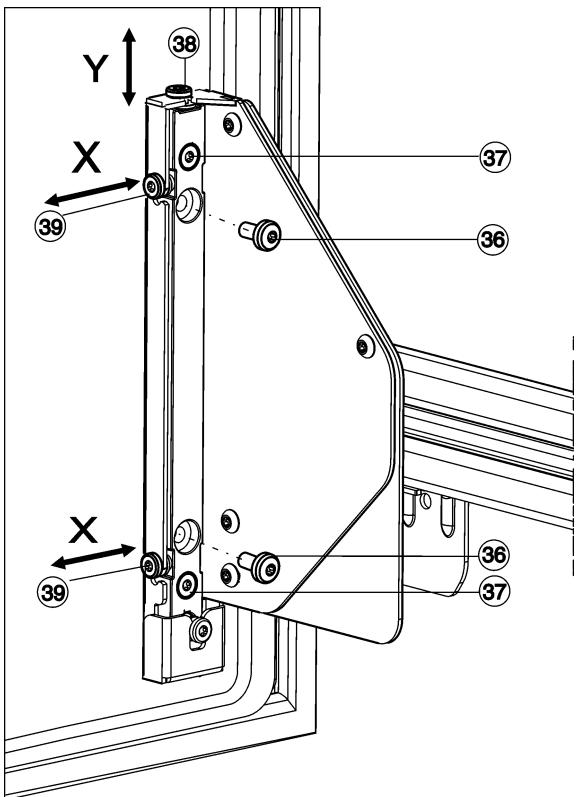

Fig. 28
- Desenrosque por completo los tornillos Fig. 28 (36).
- Deseche los tornillos Fig. 28 (36), puesto que ya no son necesarios.
- Afloje los tornillos Fig. 28 (37) con 1 - 2 vueltas.
- Gire el tornillo de ajuste (38). En el sentido de las agujas del reloj: la puerta se mueve como máx. 4 mm hacia arriba. En el sentido contrario a las agujas del reloj: la puerta se mueve como máx. 2 mm hacia abajo.
- Vuelva a apretar todos los tornillos Fig. 28 (37).
- Si todavía están disponibles los tornillos Fig. 28 (36), desenróquelos por completo.
- Ajuste los tornillos de ajuste Fig. 28 (39) según la dirección de ajuste lateral deseada.
- Una vez finalizado el ajuste lateral, vuelva a apretar los tornillos Fig. 28 (37).